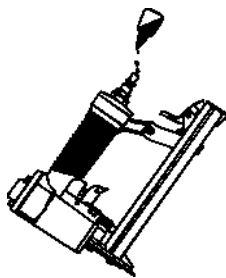

Fig. 3
1. Appuyez sur le verrouillage pour libérer le magasin amovible et retirez-le complètement, selon la Fig. 3.